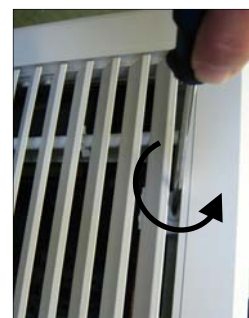

Fig 2
**Étape No 1** Ouvrez la grille de reprise articulée en desserrant les attaches quart-de-tour au moyen d'un tournevis à tête plate (voir Fig. 2). Chaque grille encastrable compte trois attaches quart-de-tour